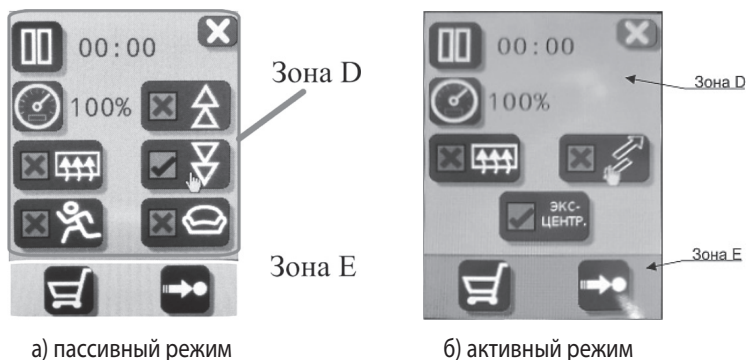

Рисунок 8.6 – Дисплей режима настройки процедуры
8.4 Дисплей режима настройки процедуры (см. рис. 8.6)